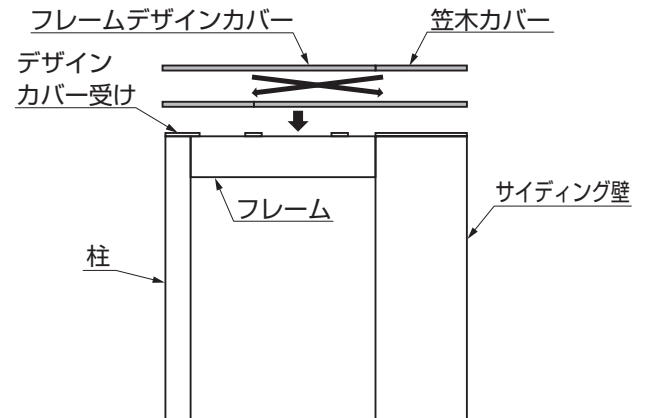

図11-2
- 図11-2のように笠木カバーとフレームデザインカバーを入替えて取付けると継目が目立ちにくくなります。